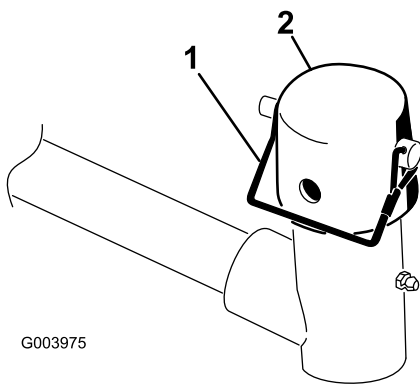

Figure 9
7. Retirez la goupille à fermoir et le capuchon de la chape de pivot du bras de relevage (Figure 9).
11. Fixez le capuchon et l'arbre du bâti porteur à la chape du bras de relevage avec la goupille à fermoir. Utilisez la fente si vous voulez que le plateau de coupe soit directionnel ou utilisez le trou si le plateau de coupe doit rester fixe (Figure 9).